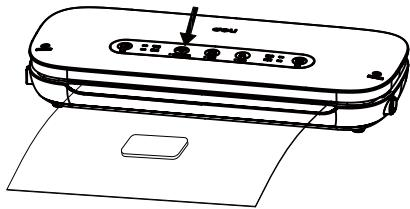

图3
- 6.然后按真空密封键，机器会自动完成抽真空和密封，如图3；